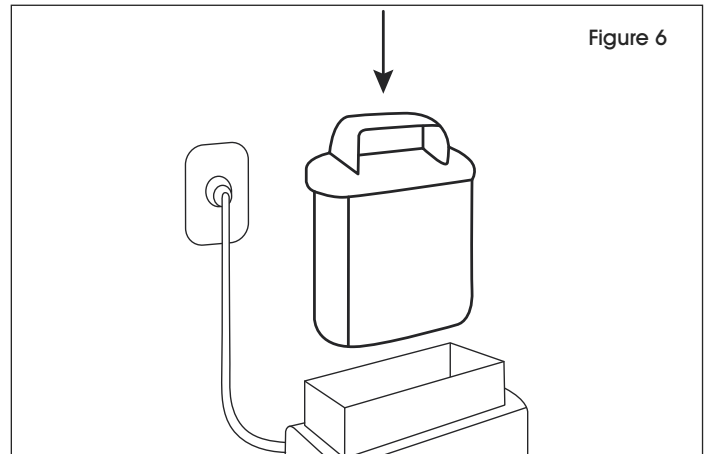

Figure 6
- Insérez la batterie dans le support de recharge. (Voir Figure 6)